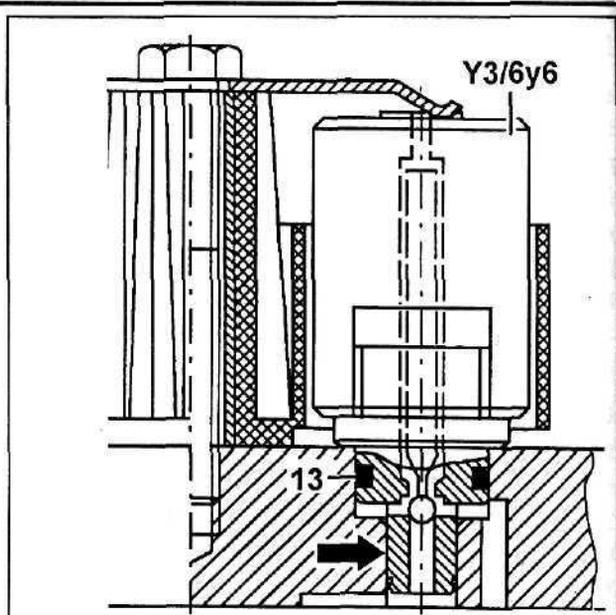

Рис. 22.
Соленоид управления муфтой блокировки гидротрансформатора Y3/6 у6 (рис. 22) работает в режиме широтно-импульсной модуляции. Он преобразует электрический ток в соответствующее давление. Этот клапан устанавливается в отверстие клапанной коробки и герметизируется с помощью посадочного пояса (на рис. 22 показан стрелкой) и уплотнительного кольца (13).